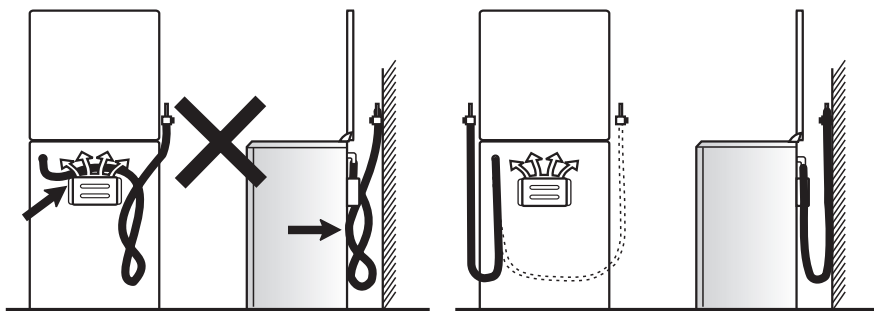

Рис.15
- шланг не должен проходить в зоне горячего воздуха дымохода и касаться задней стенки плиты (рис.15);
ПОМНИТЕ: После установки плиты на место обязательно проверьте положение гибкого шланга подвода газа и шнура питания (рис.15). Они не должны проходить над дымоходом и касаться задней стенки плиты. Во время работы духовки там возникает большая температура, которая может их повредить.